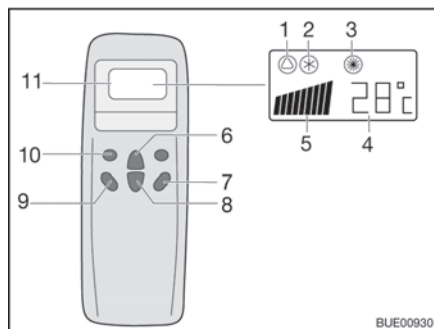
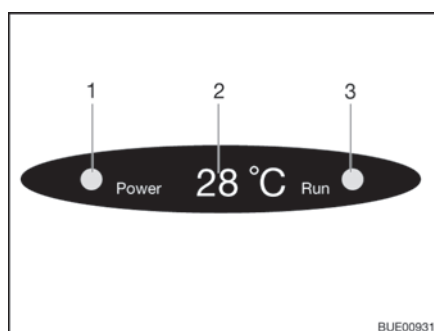

Fig. 150 Telecomando
Fig. 151 Display su diffusore
- Premere il tasto "ON/OFF" (Fig. 150,7).
- Premere il tasto "Mode" (Fig. 150,10) spesso, finché la modalità desiderata (Fig. 150,1, 2 o 3) viene visualizzata sul display. La spia di controllo relativa sul display sul diffusore (Fig. 151,3) si accende.
- Con i tasti di aumento della temperatura (Fig. 150,6) o di riduzione della temperatura (Fig. 150,8) regolare la temperatura desiderata.
- Con il tasto numero di giri ventola (Fig. 150,9) selezionare il livello desiderato per la ventola.